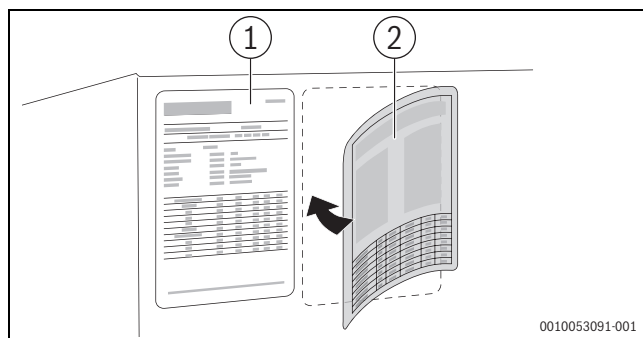

Рис. 30 Обновление заводской таблички при переоборудовании на вариант LowNOx
- ▶ Приклейте заводскую табличку из комплекта **рядом** с существующей (→рис. 30, [2]).